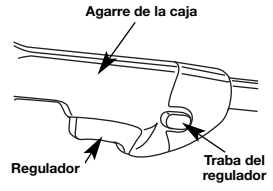

Fig. 12
- Presione el botón de traba de seguridad hacia adentro y oprima el gatillo del regulador para comenzar a recortar. (Fig. 12).